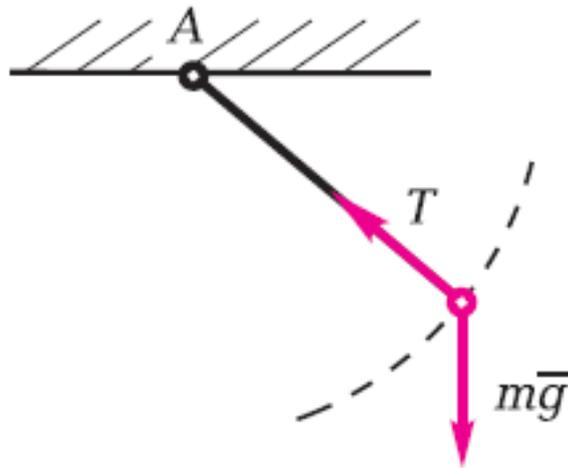

Рисунок 2.7
3. *Нить.* Связь, осуществляемая в виде гибкой нити (рис. 2.7), не позволяет телу удаляться от точки привеса  $A$ , поэтому реакция связи  $T$  всегда направлена вдоль нити к точке ее закрепления.